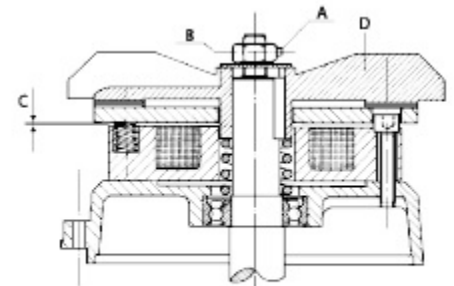

Fig.4
4. Deplasați suportul în poziția exactă de lucru, care trebuie să fie pe o suprafață plană și orizontală și care este adecvată pentru susținerea încărcăturilor enumerate și specificate în continuare în acest manual. (Fig.4 și 5).
7. Dacă doriți să utilizați dispozitivul de ridicare fără contragreutați, trebuie să vă asigurați că portbagajul este ancorat corespunzător, conform instrucțiunilor unui tehnician autorizat legal. În acest scop, acest manual oferă (vezi fig.4) forțele așteptate pe suprafața rulmentului și reacțiile pe ancoraje. Ancorarea trebuie realizată cu ajutorul a două cleme tubulare speciale cu inele (furnizate de fabricant la cerere) care trebuie amplasate la baza barelor din spate.
- reglați spațiul de aer prin deblocarea șurubului capului hexagonal "A" și rotiți piulița "B": distanța "C" trebuie să fie cuprinsă între 0,4 și 0,6 mm. În timp ce motorul funcționează, ventilatorul "D" trebuie să se rotească liber fără a freca discul. Verificați dacă frâna funcționează corect, apoi înlocuiți carcasa și fixați-o cu șuruburile (Fig.4).